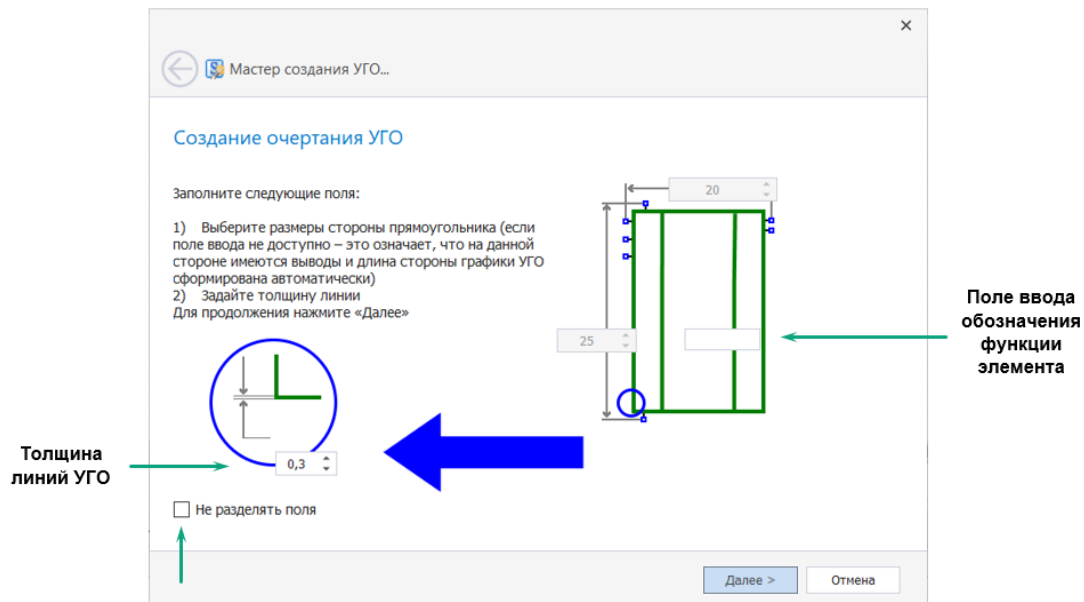

Рис. 195 Настройка графики
5. Настроить графику создаваемого УГО, см. Рис. 195.